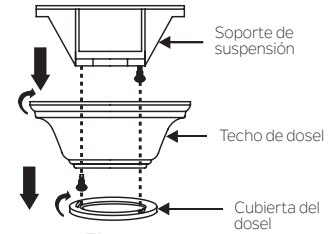

Fig. 5
**Paso 1.** Retire la cubierta inferior de la cubierta decorativa de la cubierta girando la cubierta hacia la izquierda. (Fig. 5)
**Paso 2.** Retire el soporte de montaje del techo de la cubierta quitando (y guarde uno de los dos tornillos. Afije el tornillo restante media vuelta. (Fig. 5)